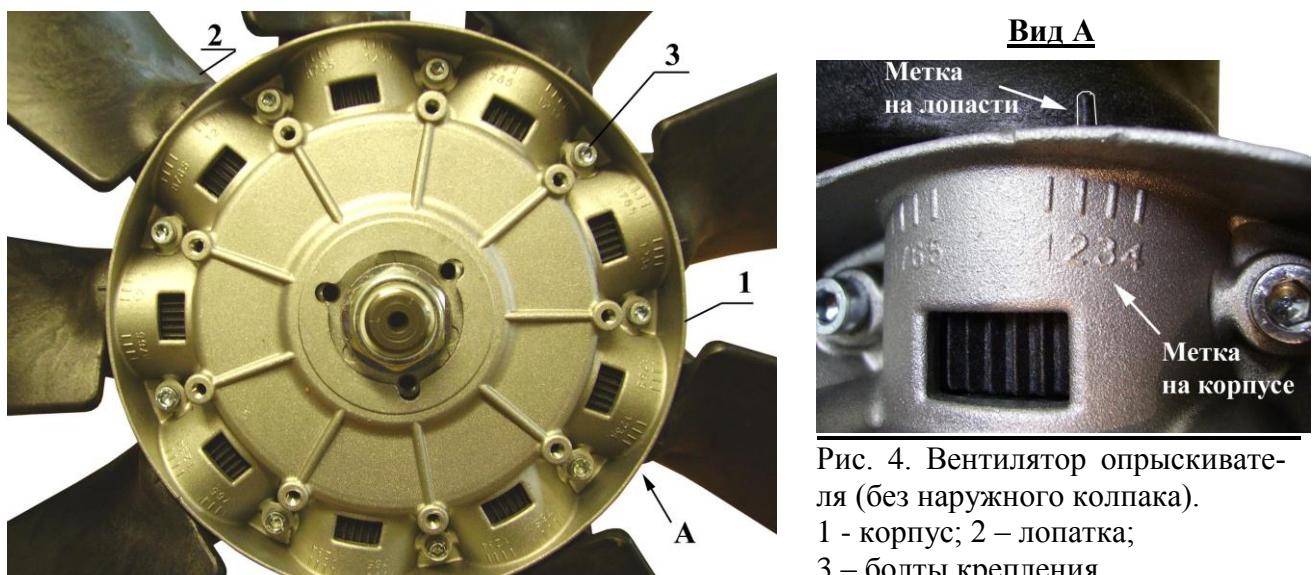

Рис. 4. Вентилятор опрыскивателя (без наружного колпака).
- в). Отпустить болты 3 (рис. 4), стягивающие две половины корпуса 1, и удерживающие лопатки 2 от проворота.